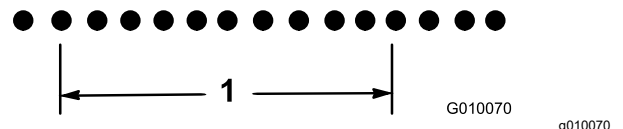

Figura 69
18.8 dividido por 10 = 1.88; el espaciado de las perforaciones mide 3 mm (0.12") menos que el valor nominal (Figura 69).